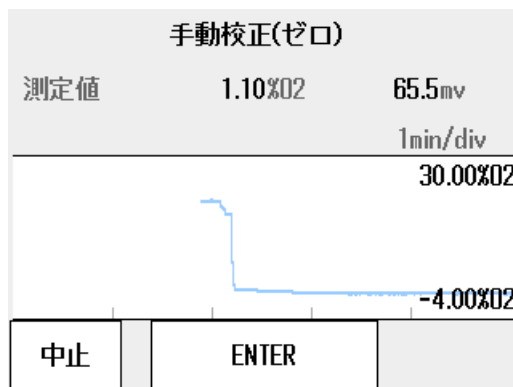

図5.23 ゼロ校正中のトレンドグラフ
- (8) スパン校正時と同様に、「校正開始」を選択すると画面上に測定中の酸素濃度値のトレンドグラフ（図 5.23）が表示されます。グラフの動きおよびセンサ起電力を見て測定値がゼロガス濃度付近で安定するまで待ちます。この時点では、まだ校正が実行されていないのでゼロガス濃度値からずれていても問題ありません。